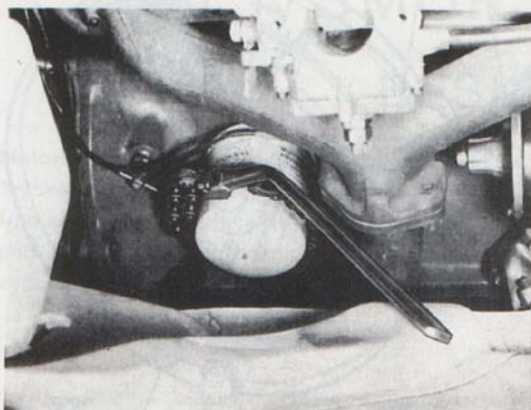

Bild 68. Demontering av oljerenare
1. Demontera den gamla renaren med verktyg 2903 (bild 68).